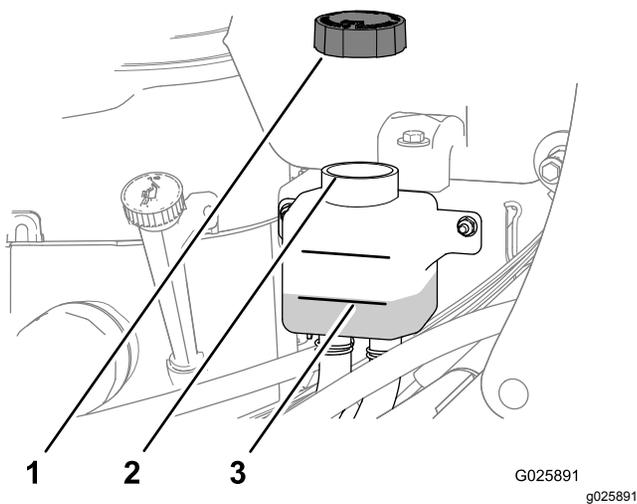

Figura 64
- Retire el tapón del depósito de expansión y compruebe el nivel de fluido hidráulico del depósito (Figura 64).
4. Si es necesario, añada el fluido para transmisión especificado hasta que el nivel de fluido llegue a la línea Full Cold del depósito de expansión (Figura 64).